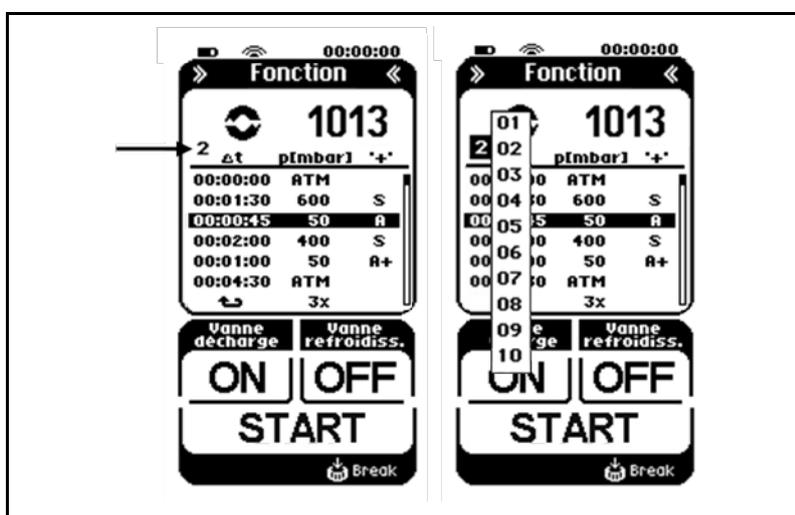

Fig. 13: Menu dans le mode de fonctionnement Fonction
Sélection de ligne (voir fig. 13) :
- Presser la touche de sélection de tableaux de points d'appui (flèche dans fig. 13) et sélectionner le tableau de point d'appui souhaité.
- i** Il est possible d'enregistrer jusqu'à 10 tableaux de points d'appui différents et de les rappeler en cas de besoin. Le chiffre dans l'afficheur (flèche dans fig. 13) affiche le tableau de points d'appui actuellement sélectionné.